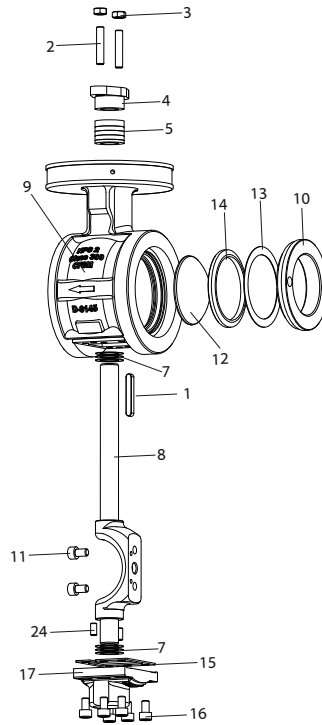

Fig.6-5
1. Desserrer les vis (→ Fig.6-5/20) et retirer la bague de blocage (→ Fig.6-5/10).
2. Retirer la rondelle ressort (→ Fig.6-5/13), le support de siège (→ Fig.6-5/14 a) et le siège (→ Fig.6-5/14).